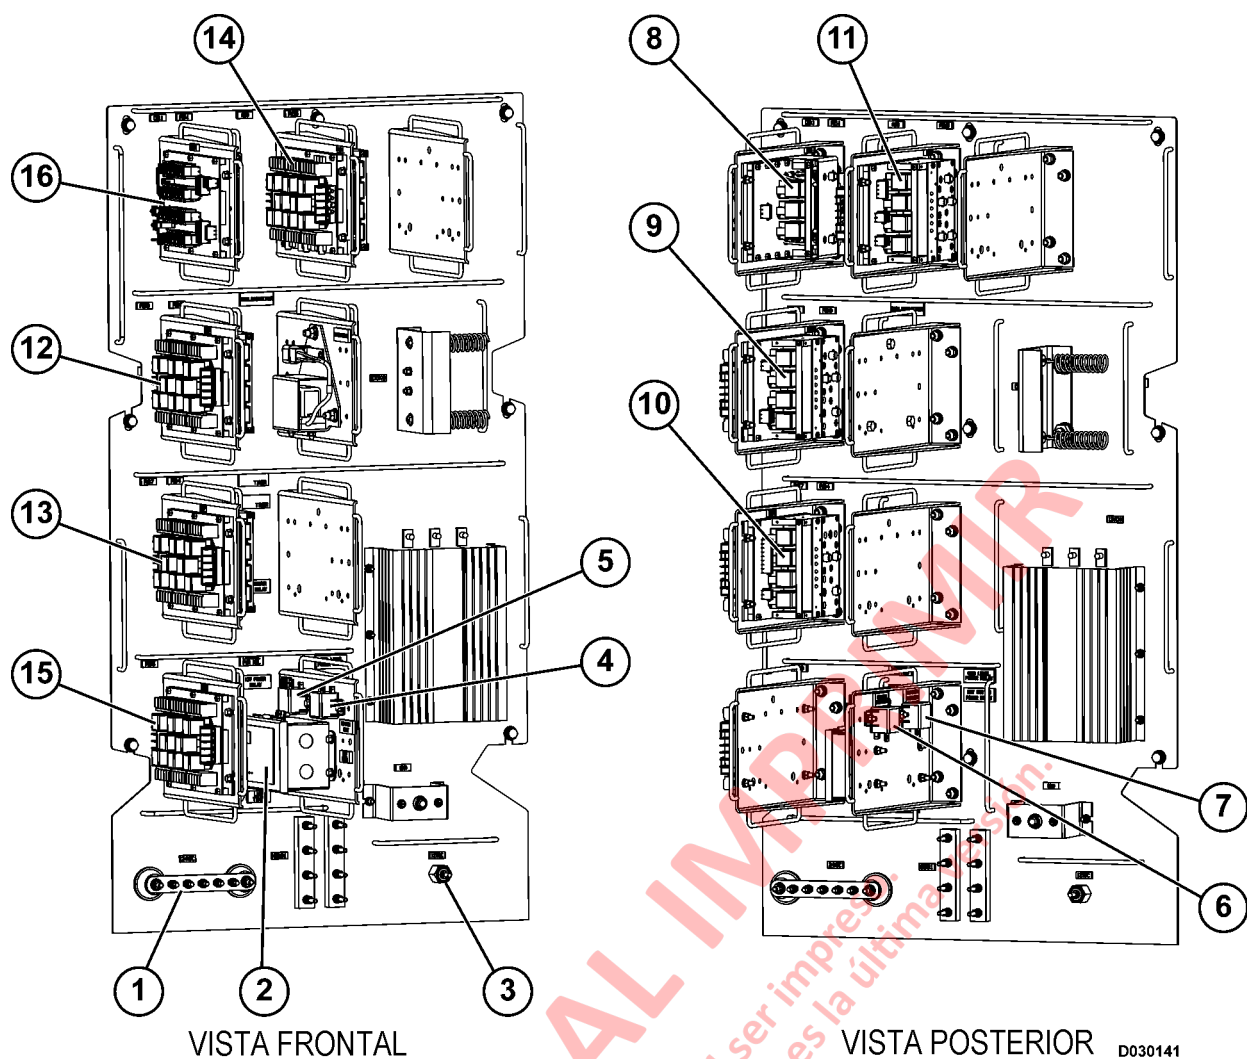

FIGURA 3-1. GABINETE DE CONTROL AUXILIAR - PARED IZQUIERDA
Los terminales de 24VDC (1, Figura 3-1) y de 12VDC (3) están montados en la pared izquierda del gabinete. Estos terminales distribuyen el voltaje de la batería y 12VDC a los dispositivos que requieran voltaje reducido. El terminal de 24VDC es un punto de prueba conveniente para medir el voltaje de la batería durante los procedimientos de localización y solución de fallas.
El panel de diodos (16, Figura 3-1) contiene 24 diodos reemplazables, montados en un conector para realizar fácilmente los reemplazos. Algunos diodos se usan en el circuito de la bobina de varios relés para suprimir el alza de voltaje de la bobina que ocurre cuando se retira la energía del circuito, lo que evita daños a los otros componentes del circuito (filamentos de las luces y otros). Otros diodos se usan para controlar el flujo de corriente en un circuito, según sea necesario. También se pueden instalar resistores o diodos en los conectores P7 a P12.
Consulte la Figura 3-1 para ver la ubicación de cada panel de relés. Consulte la Tabla de disyuntores al final de esta sección para ver los números identificadores de los circuitos eléctricos.